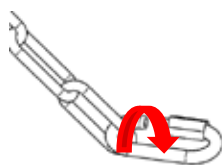

Fig.23
- 3 – Dévisser le maillon rapide de la chaîne pour libérer le volant. (Voir Fig.23)
- 3 - Discrew the chain fast link to release the handwheel. (See Fig. 23)